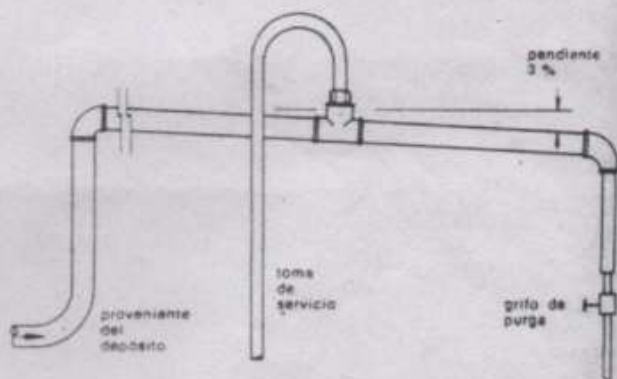

Fig. 3:
- f) Inclinar las tuberías ligeramente (3 %) en el sentido del flujo de aire y colocar en su extremo más bajo un ramal de bajada con purga. Esto evita la acumulación de condensado en las cañerías (Fig. 3).
- h) Las tomas de aire de servicio o bajantes deben hacerse siempre por la parte superior de la tubería de la red, para evitar que los condensados puedan fluir hacia los equipos neumáticos (Fig. 3).